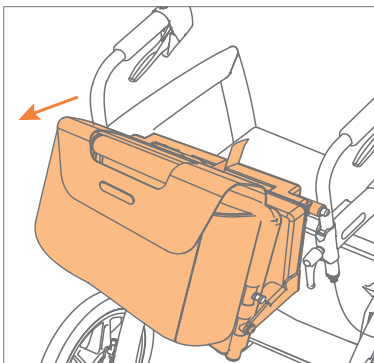

Abbildung 29: Das Rollstuhlpaket mit der Tasche zu Ihnen gerichtet.
- a. Halten Sie das Rollz Rollstuhlpaket mit der Tasche zu Ihnen gerichtet (**Abbildung 29**).